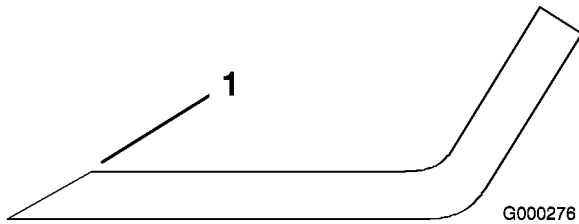

Figura 78
1. Affilate i taglienti da entrambe le estremità della lama con una lima (Figura 78). Rispettate l'angolazione originale. La lama conserva il proprio equilibrio soltanto se viene rimossa una quantità uguale di materiale da entrambi i taglienti.